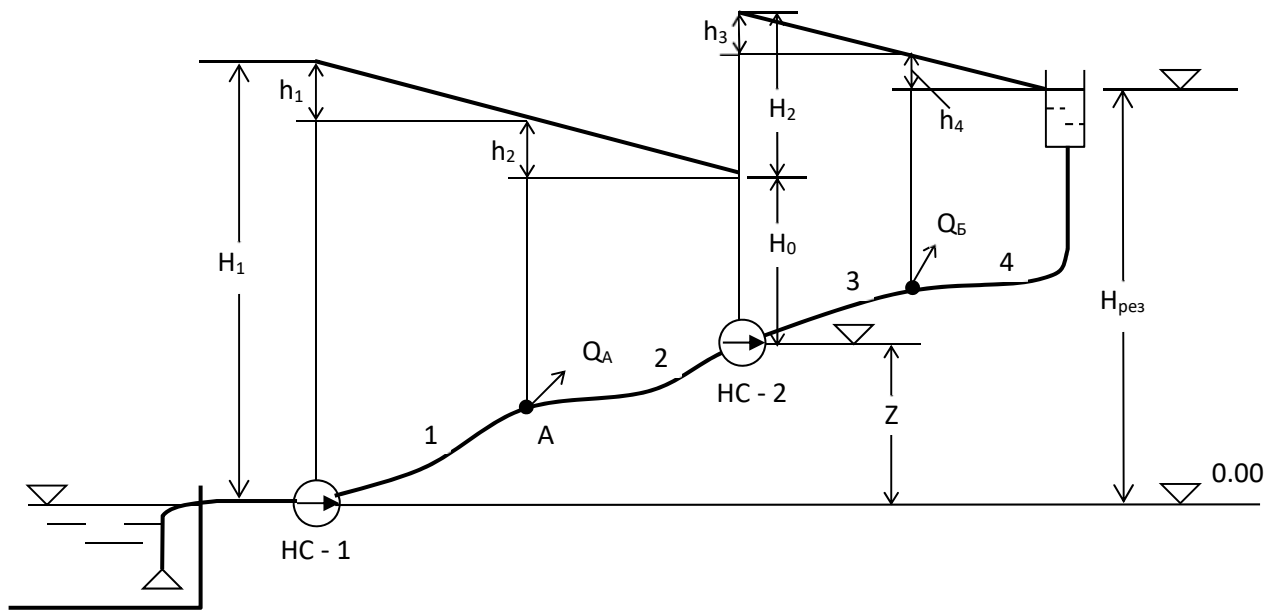

Рисунок 6 - Третя елементарна комбінація гідравлічних комплексів
5. В третій елементарній комбінації (рис. 6) є два насоси, два фіксованих відбора і один нефіксований відбір в напірний резервуар. При розв'язуванні задачі відомі напірно-витратні характеристики насосів $(Q-H)_1$ і $(Q-H)_2$, гідравлічні опори ділянок мережі S_1, S_2, S_3 і S_4 , величини фіксованих відборів в точках Q_A і Q_B та всі геодезичні позначки.